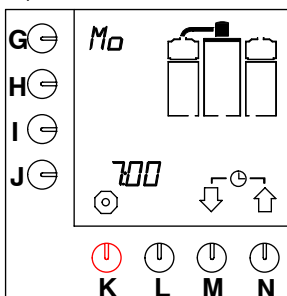

Fig. 11 Esempio di giorno e ora correnti
- Sullo schermo vengono visualizzati rapidamente il giorno e l'ora (fig. 11).
- Sullo schermo vengono visualizzati rapidamente il giorno e l'ora correnti (vedere fig. 11).